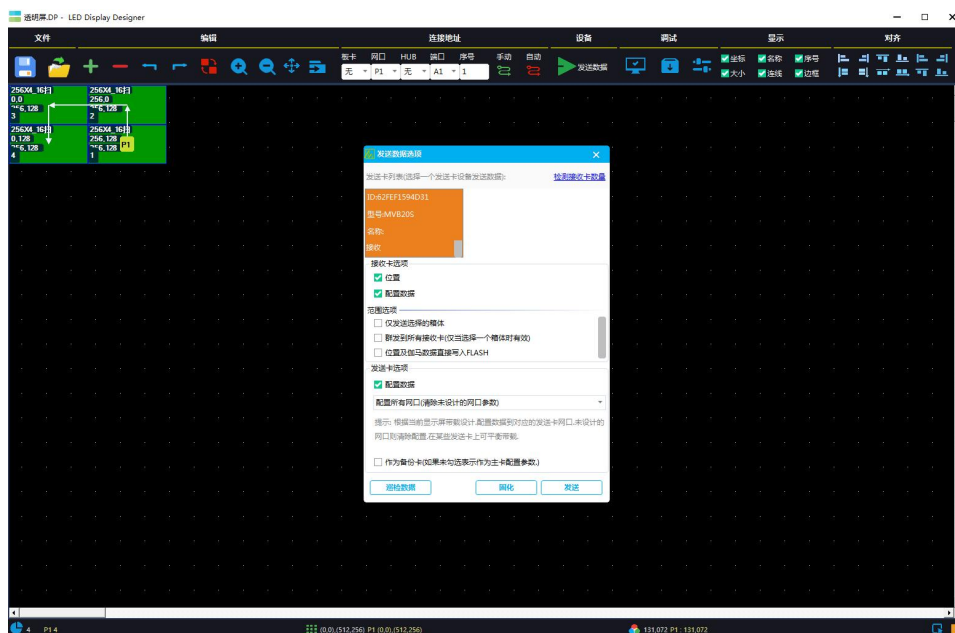

图 4-3-10 范围发送图
(3) **发送、固化数据**：完成显示屏连接后，单击“发送数据”按钮进入数据发送窗口，默认选择接收卡的配置数据、位置和发送卡的配置数据，然后单击“发送”按钮，进行显示屏系统配置文件的发送，观察显示屏显示正常后，单击“固化数据”按钮将显示屏配置文件固化到接收卡与发送卡。也可以单独发送选定区域，或者群发单箱文件，如图 4-3-10 所示。